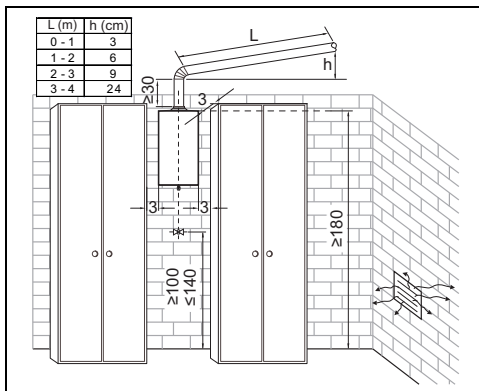

Fig. 14 Separaciones mínimas
- ▶ Monte una válvula de corte de gas según legislación en vigor (Fig. 14).
- Asegurar la accesibilidad en los trabajos de mantenimiento respetando las separaciones mínimas indicadas en la Fig. 14.